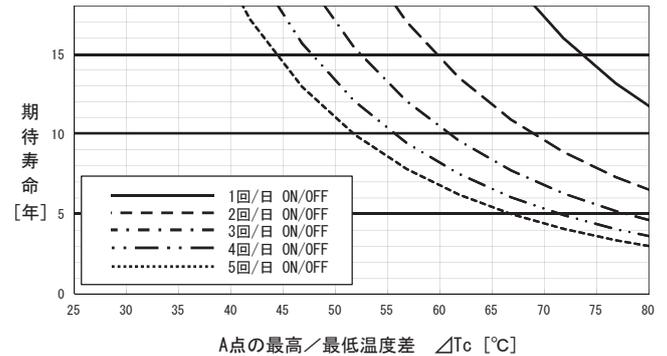
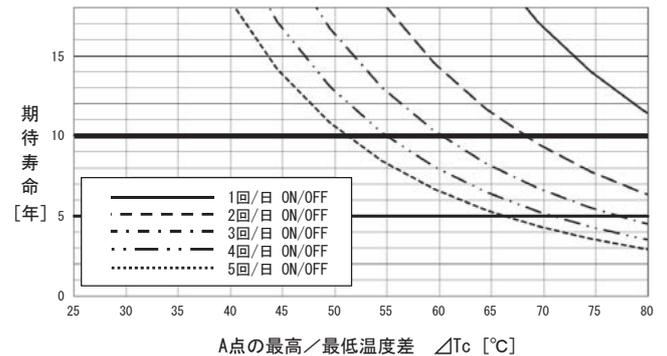
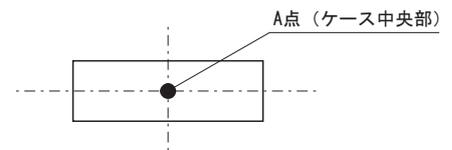

図8.4 熱疲労による期待寿命グラフ (MG6)
図8.5 熱疲労による期待寿命グラフ (MG10)
図8.6 温度測定箇所 (ケース上面)
■図8.4, 図8.5に当社加速試験結果を基に算出した1日のON/OFF回数とケース温度差(図8.6ポイントA点 $\Delta T_c$ )に対する製品の期待寿命を示します。連続通電の場合であっても負荷率の変動などでケース温度に変動が発生する場合は、上記考え方を適用してください。
■無償補償期間10年ですが、図8.4, 図8.5に示す期待寿命が10年未満の場合、この寿命を無償補償期間とします。